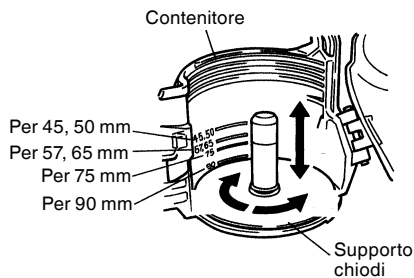

Fig. 3
Per la regolazione, girate il porta chiodi ① in senso antiorario di circa 90 gradi. Spostate la porta chiodi ② su e giù, regolatela alla lunghezza del chiodo usato, e regolate la superficie della porta chiodi alla posizione contrassegnata del caricatore. Girate la porta chiodi ③ in senso orario (circa di 90 gradi) fino a che non fa "click". (Vedi Fig. 3)